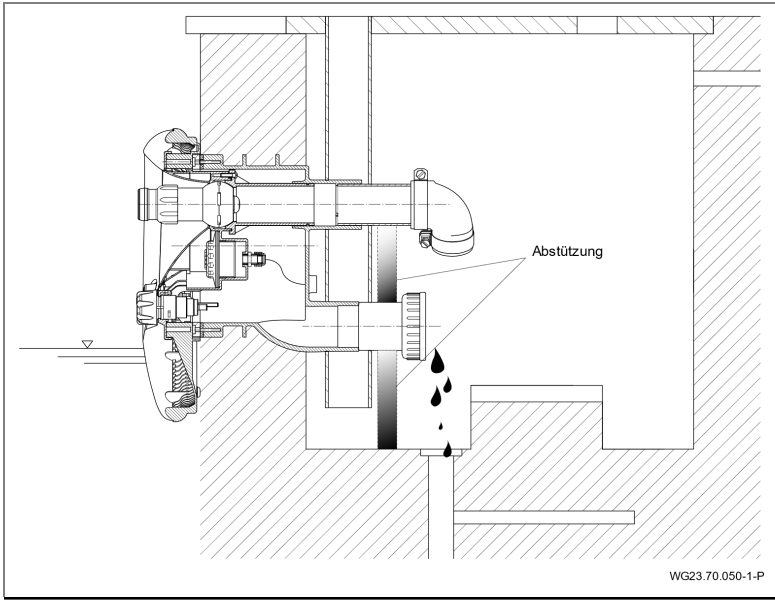

Abb. 28
- 3. Saug- und Druckleitung durch Abstützung entlasten. Siehe "Abb. 28" auf Seite 44.